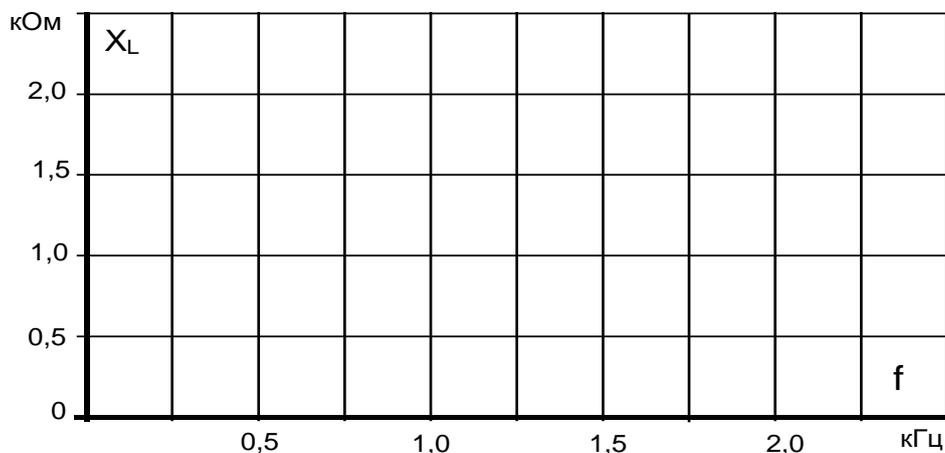

Рисунок 7.5 – График для построения кривой $X_L = f(f)$
- Перенесите величины X_L на график (рис. 7.5) для построения кривой $X_L = f(f)$.